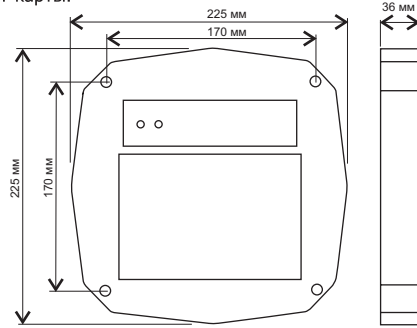

Рис.1 Габаритные размеры.
- Разметьте и просверлите отверстия для крепления под размер отверстий считывателя (рис.1).